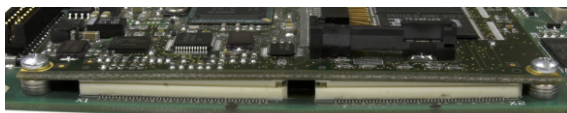

Figure 4-59 : Connecteurs de la carte ETX incorrectement logés
- Le fait de serrer les vis de fixation de la carte ETX ne permet pas de loger correctement les connecteurs – voir la Figure 4-59. Vous devez appuyer sur chacun d’eux pour qu’ils soient bien logés.